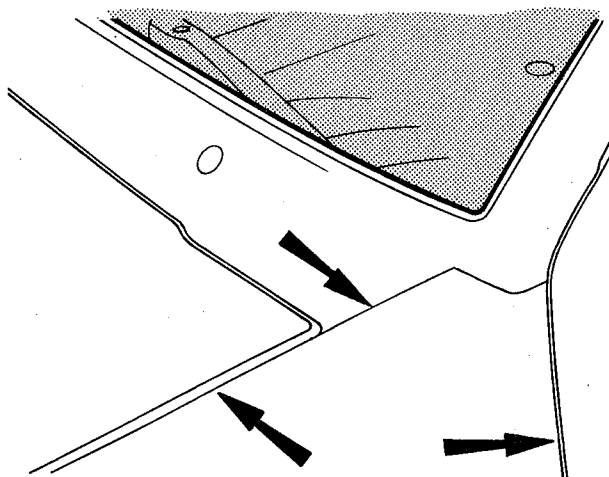

fig. 72
4. Verificar as folgas entre o pára-lama e a extremidade do curvão, porta e capuz e ajustar, conforme necessário (fig. 72)